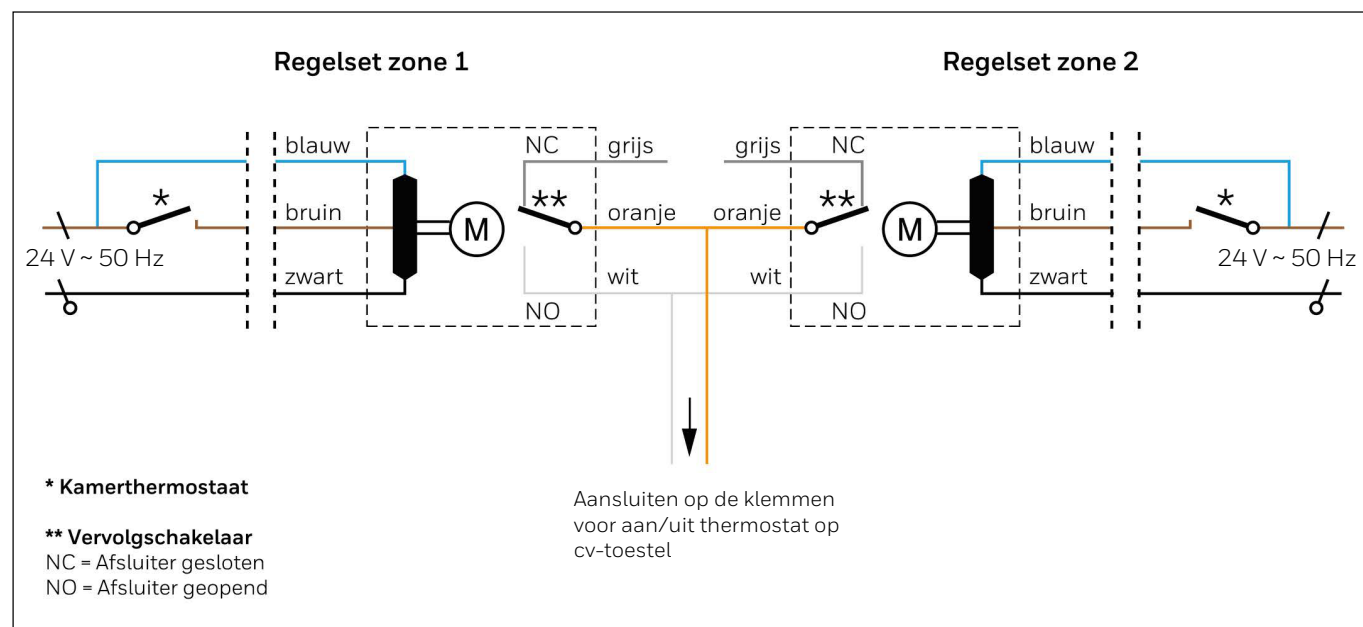

Fig. 7 Principe aansluitschema zoneregeling met 2 zones en cv-toestel
Het cv-toestel wordt geregeld door de elektrisch parallel geschakelde contacten (NO) van de vervolgschakelaar van de regelafsluiter. Deze dient te worden aangesloten op de thermostaatklemmen van het cv-toestel (zie fig. 7).